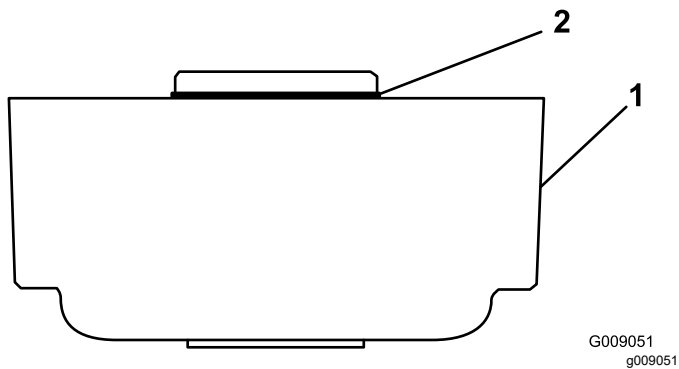

Bild 5
5. Nur Rollenbürste Modell 03668: Setzen Sie den gelben O-Ring auf das Rollenbürstengehäuse (Bild 5).